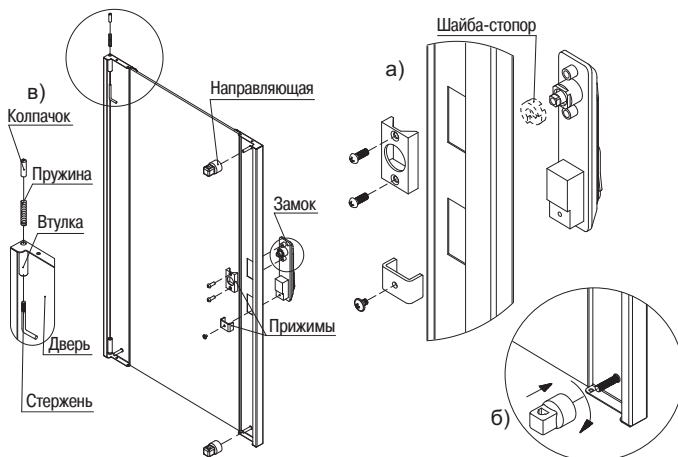

Рисунок 10 – Сборка дверей
3.3.1 Извлеките из второго места стеклянную или перфорированную дверь в зависимости от комплектации. Вставьте замок в посадочные квадратные отверстия, закрепите замок прижимами (рисунок 10.а), направляющие наверх на шпильки (рисунок 10.б).
3.3.2 Для сборки петли сначала вставьте пружину во втулку, пропустите во втулку стержень и заверните колпачок (рисунок 10.в)